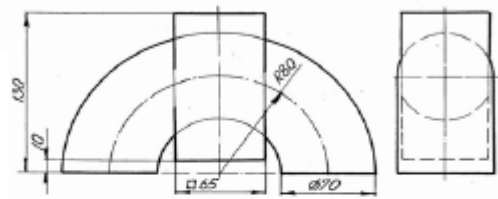

Рис. 2
2. Контрольное задание (рис. 2). Построить линию пересечения заданных поверхностей.
3. Контрольное задание (рис. 2). Построить развертку одной из поверхностей.